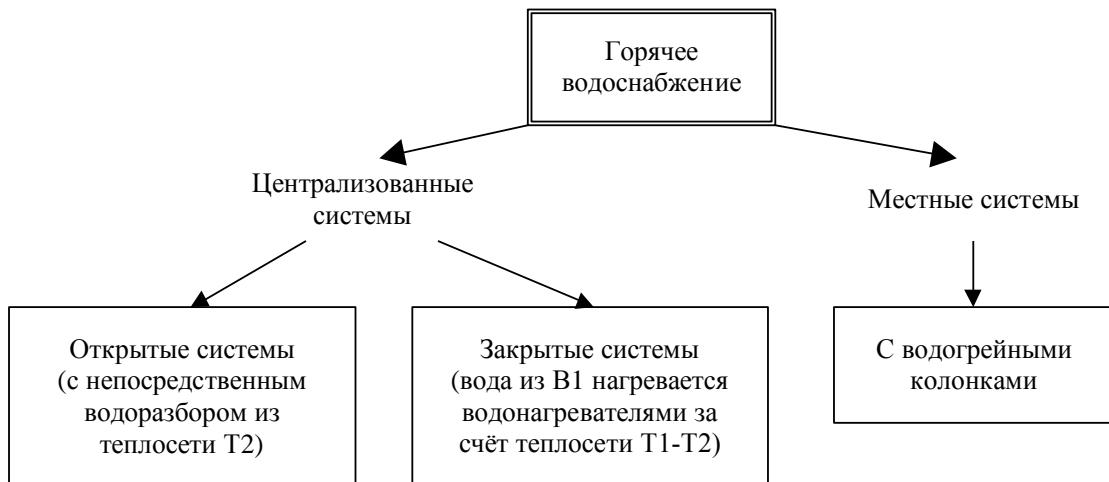

Рис. 7
Классификация горячего водопровода Т3-Т4 по расположению источника тепла показана на рис. 7.
Необходимо отметить, что наружных сетей горячего водопровода обычно не прокладывают, то есть горячий водопровод Т3-Т4 — это типично внутренний водопровод. Классификация, показанная на рис. 7 отражает тот факт, что централизованно или местно решается расположение источника тепла. В крупных и средних городах тепло несут наружные водяные теплосети Т1-Т2 и заводят тепло в здания отдельными вводами Т1-Т2. Это централизованные системы теплоснабжения. В малых городах и населённых пунктах источник тепла находится в доме или квартире — это домовая котельная или водогрейная колонка, работающая на газе, мазуте, нефти, угле, дровах или электричестве. Это местная система.
*Открытая* система горячего водопровода (см. рис. 7) берёт воду из обратного трубопровода теплосети Т2 непосредственно, напрямую, и далее вода поступает по трубе Т3 к смесителям в квартиры. Такое решение горячего водоснабжения не самое лучшее с точки зрения обеспечения питьевого качества горячей воды, так как вода идёт фактически из системы водяного отопления. Однако такое решение весьма недорогое. Таким способом, например, снабжаются большинство зданий правобережья г. Омска.
*Закрытая* система горячего водопровода (см. рис. 7) берёт воду из холодного водопровода В1. Вода нагревается с помощью водонагревателей-теплообменников (бойлеров или скоростных) и поступает по трубе Т3 к смесителям в квартиры. Часть неиспользованной горячей воды циркулирует внутри здания по трубопроводу Т4, что поддерживает постоянную необходимую температуру воды. Источником тепла для водонагревателей служит подающая труба теплосети Т1. Такое решение горячего водоснабжения уже лучше с точки зрения обеспечения питьевого качества горячей воды, так как вода берётся из системы хозяйственно-питьевого водопровода В1. Таким способом, например, снабжаются большинство зданий левобережья г. Омска.